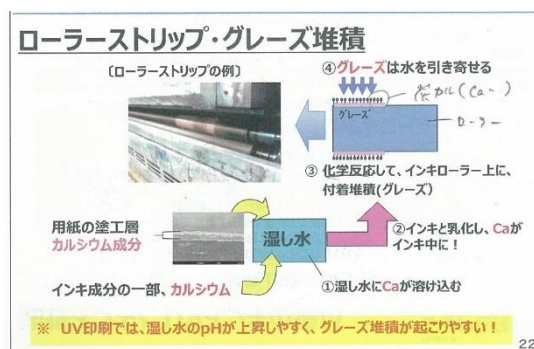

図 1 ローラーストリップ・グレーズ堆積の発生機構
その一つが、グレーズが堆積しやすいこと。グレーズ発生のメカニズムは、まず、用紙の塗工層やインキの中のカルシウムが湿し水に溶解込み (図 1-①)、このカルシウム成分を含んだ湿し水が、インキと乳化する (図 1-②)。カルシウムが化学反応を起こしインキローラー上に炭酸カルシウム (グレーズ) として付着する (図 1-③)。付着が進みグレーズが堆積すると「ローラーストリップ」が起こる。カルシウムは水となじみやすく、グレーズがローラーに付くと水を呼び (図 1-④) インキが着かなくなってしまう。均一にインキが着かなくなったからといって濃度の低いところに合わせてインキを出すと、ローラーが汚れる